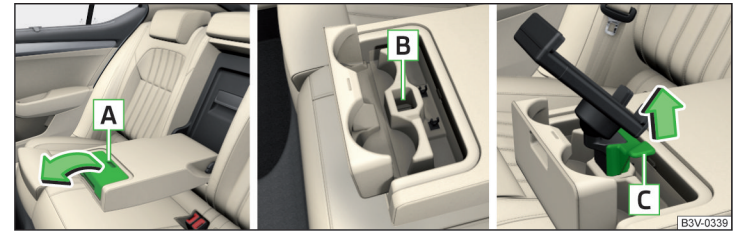

Abb. 135 Ablagefach öffnen / Staufach für Halter / Halter abnehmen
- Zum **Einsetzen** den Deckel an der Aussparung **A** fassen und in Pfeilrichtung aufklappen » Abb. 135.